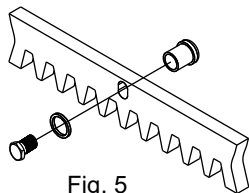

Fig. 5
5.2. Fixer à chaque élément de la crémaillère les cliquets de support à l'aide des vis de blocage qui doivent être positionnées sur la partie supérieure du trou oblong (Fig. 5);